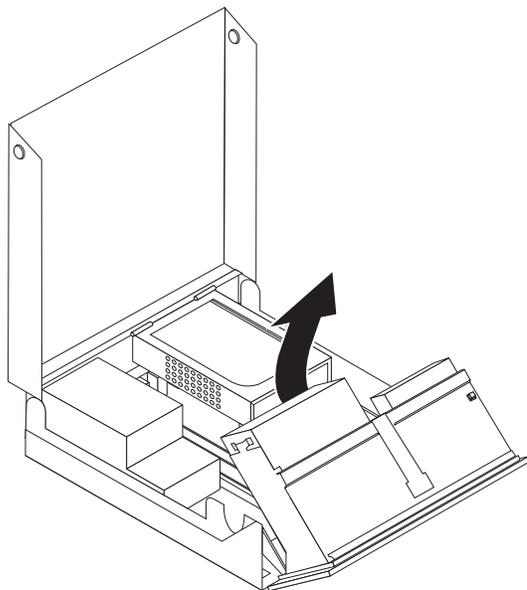

図 18. システム・ボードへのアクセス
3. システム・ボードへアクセスするためにドライブ・ベイを上方へ旋回します。図 18を参照してください。